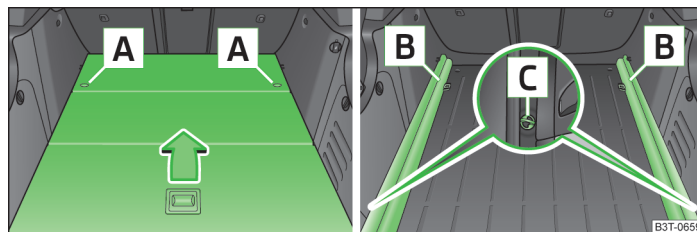

Fig. 94 Maletero: desmontar el suelo de carga variable / desmontar las guías portantes.
- Desbloquear el suelo de carga variable girando las argollas de seguridad [A] » fig. 94 hacia la izquierda, aprox. 90°.